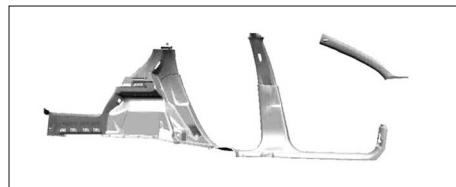

FIG. 93
- Dégager partiellement les garnitures intérieures (Fig.93).